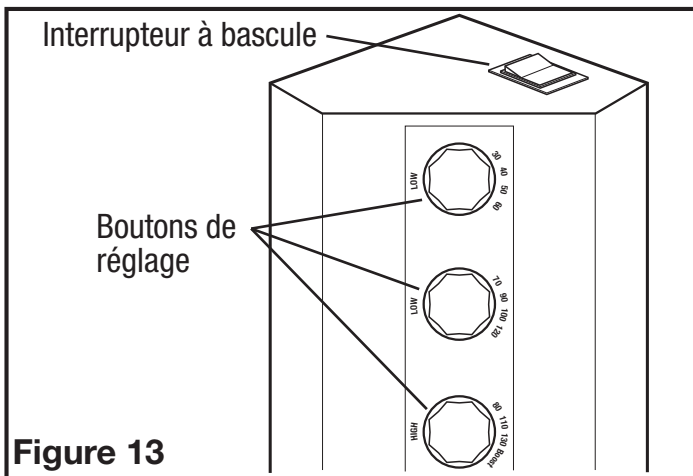

Figure 13
4. **VITESSE VARIABLE :** Décidez d'abord si vous aurez besoin de plus ou de moins de 65 CFM de ventilation à vitesse lente. Si vous avez besoin de moins de 65 CFM, placez l'interrupteur à bascule de la limite inférieure de CFM sur une portée de 30-60. Si vous avez besoin de plus de 65 CFM, placez l'interrupteur à bascule de la limite inférieure de CFM sur une portée de 70-120. Une fois que vous avez décidé sur le flux d'air minimum requis, le niveau de CFM à basse vitesse du ventilateur peut être ajusté à l'aide du bouton de réglage inférieur (30-60 CFM) ou du bouton de réglage du milieu (70-120 CFM). Le niveau de CFM à haute vitesse souhaité peut être ajusté en utilisant le plus supérieur bouton de réglage (Figure 13).